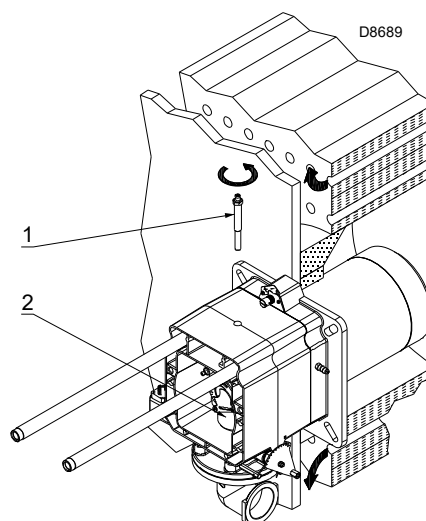

Abb. 12
- die Schraube 1)(Abb. 12) entfernt werden;
- der interne Teil 2)(Abb. 12) des Kopfs herausgezogen und die entsprechende Einstellung vorgenommen werden.